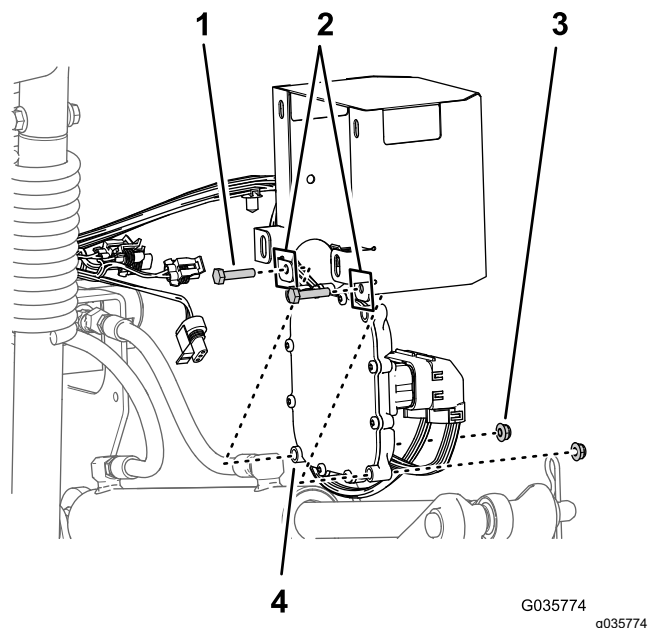

Figure 29
2. Fixez le contrôleur au couvercle à l'aide de 2 boulons (1/4" x 1 1/8") et 2 contre-écrous à embase (1/4"), comme montré à la Figure 29.
1. Placez le contrôleur électronique face à l'intérieur du couvercle en alignant les trous de montage extérieurs inférieurs du contrôleur et les trous dans la bride arrière inférieure du couvercle (Figure 29)